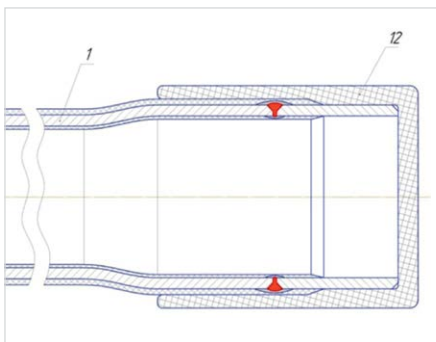

Рис. 6 — Конструкция ППТВ с установленными заглушками
- Осуществляют нанесение специального покрытия на наружную и внутреннюю поверхность сварки (рис. 4). После контроля качества размещают на концах заглушки (рис. 6), которые оберегают трубы от повреждения во время погрузочно-разгрузочных работ, при транспортировании, хранении и препятствуют попаданию в трубу посторонних предметов, снега и влаги.